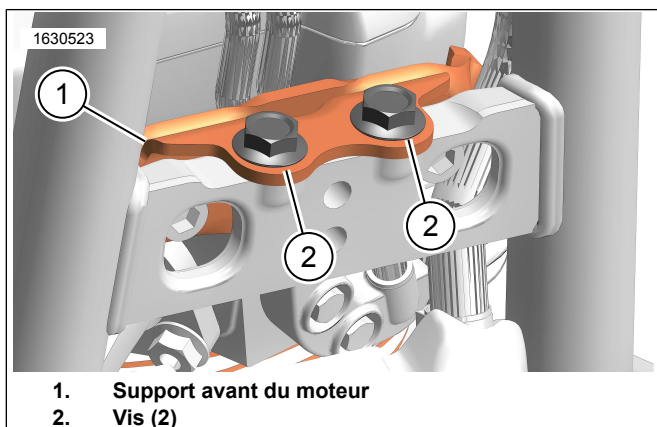

Figure 2. Vis de montage du moteur avant
2. Voir la figure 2. Retirer les vis de montage du moteur avant (2).